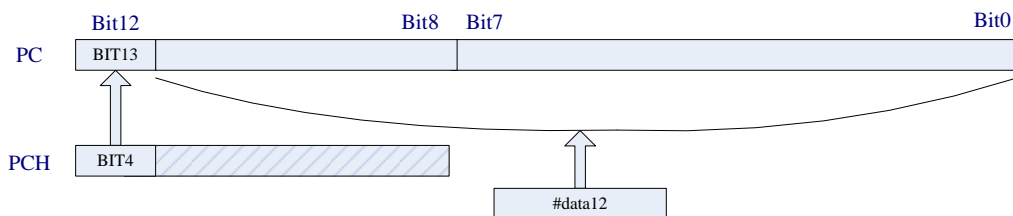

图 3.4 执行 JMP、CALL 指令时 PC 的变化图
在执行 JMP 或者 CALL 指令时,程序计数器 (PC) 的值将变为 PCH.bit4 以及指令所带立即数 (#data12),如图 3.4 所示。